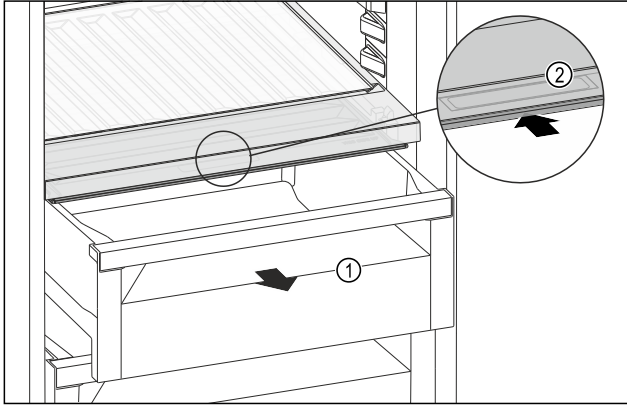

Fig. 121
- ▶ Витягніть висувний ящик Fig. 121 (1).
- ▶ Візьміться за потайну ручку Fig. 121 (2) на кришці відділення й одночасно посуньте кришку відділення назад.